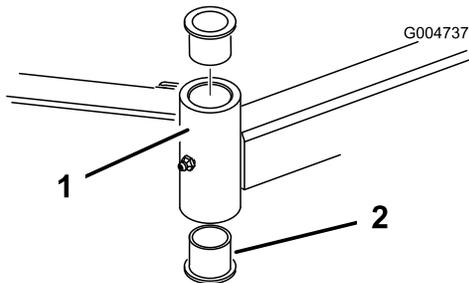

Bild 74
5. Stecken Sie einen Dorn oben oder unten in das Befestigungsrohr und treiben die Büchsen heraus (Bild 74).